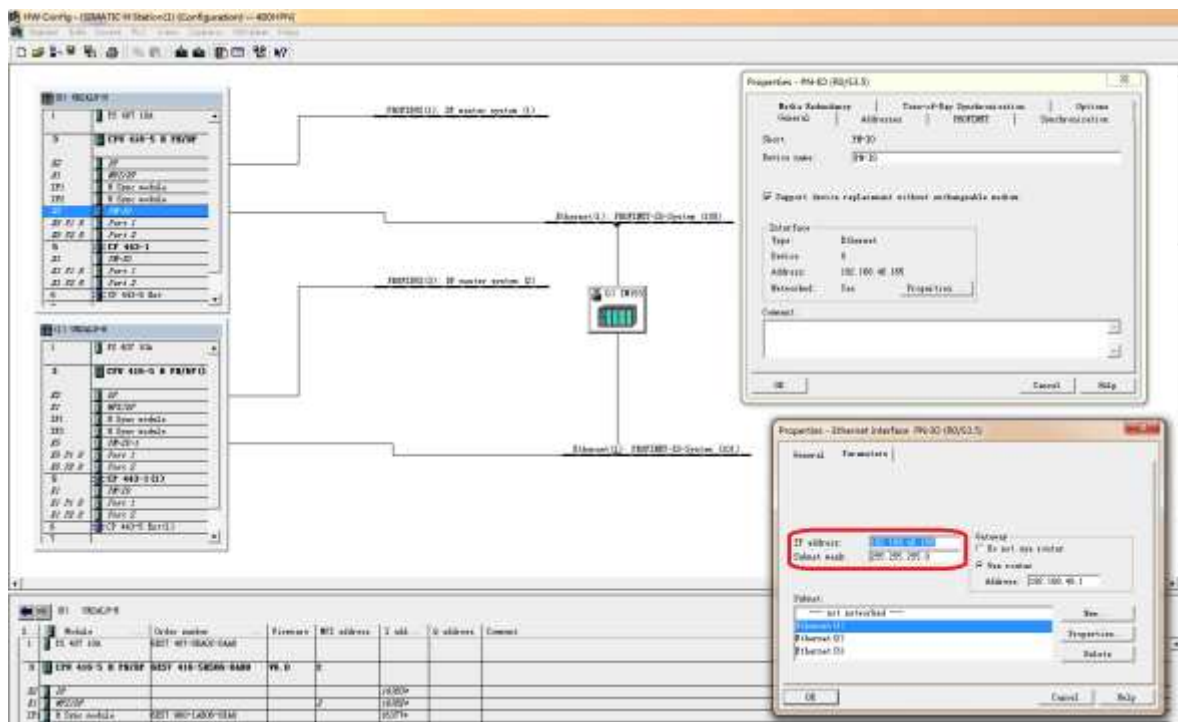

图2
(A) 打开STEP7，参照实际配置，创建 SIMATIC H Station，如图2所示。